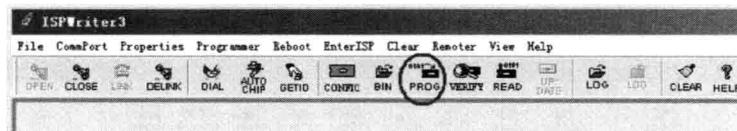
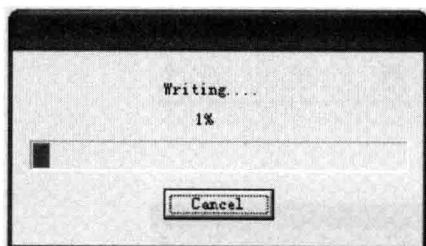
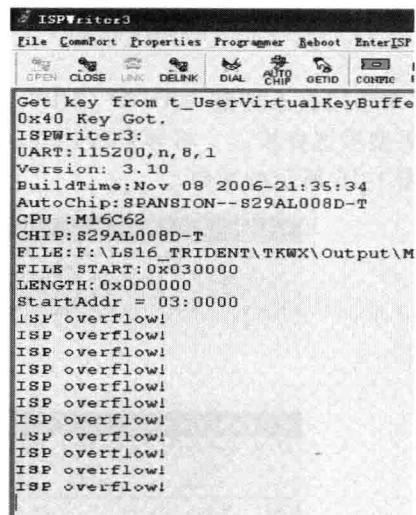

图 1-19
图 1-20
图 1-21
8) 单击工具条按键“PROG”，如图 1-19 所示，开始写入程序，此时会显示如图 1-20 所示的程序写入进度条和“Writing…（写入中…）”的字符。待完成程序写入后，将出现如图 1-21 所示的窗口，写入完成。